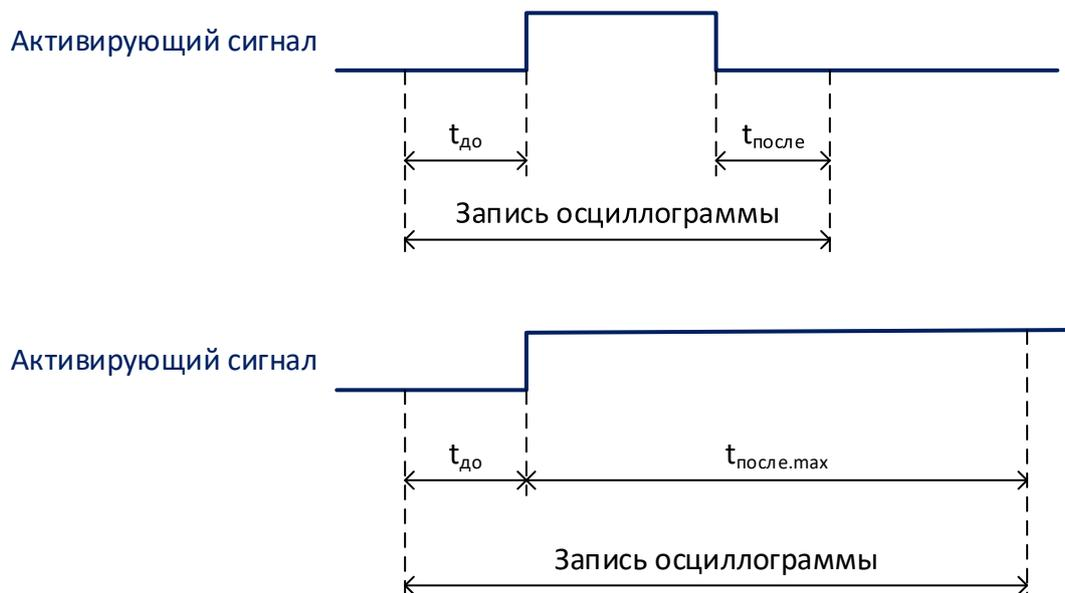

Рисунок 7.24. Времена записи осциллограммы
- До активации, мс – время записи предшествующего режима (до срабатывания активирующего сигнала), $t_{до}$ на рис. 7.24; максимум 10000 мс;
- После активации (макс.), мс – максимальное время записи осциллограммы после срабатывания активирующего сигнала, $t_{после.макс}$ на рис. 7.24; максимум 60000 мс; максимальная суммарная продолжительность записи осциллограммы составляет $t_{до} + t_{после.макс}$;
- После деактивации, мс – время записи послеаварийного режима (после размыкания активирующего сигнала), $t_{после}$ на рис. 7.24; максимум 60000 мс;